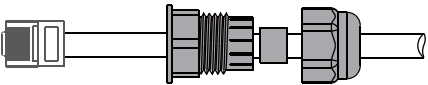

Figure 4.5-4 Fermer à distance la connexion du câble
Étape 3-2 pour l'arrêt à distance. Faites passer le câble à travers la plaque d'acier, puis câblez à partir des broches 5 et 6. Le tableau 4.6-1 décrit la définition du port à 6 broches. Le câblage est illustré à la figure 4.5-4.